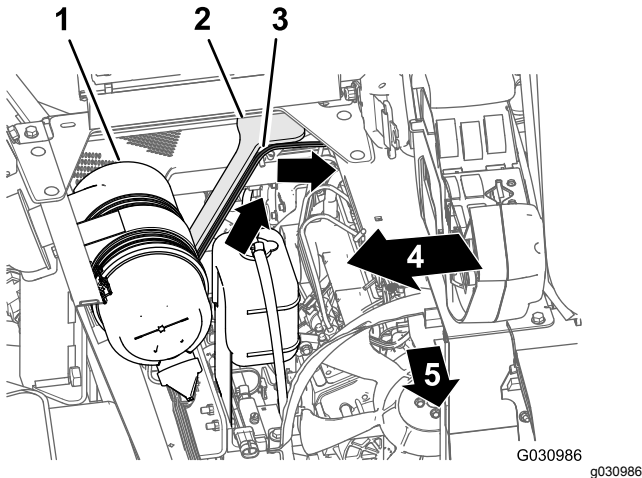

Bild 114
1. Verlegen Sie den 108-cm-Kabelbaumzweig nach oben und in den hinteren Teil des Motorraums, entlang der rechten Stütze für die Motorhaube und an der Vorderseite des Schachts, der den Luftfilter und den Motor verbindet (**Bild 114**).